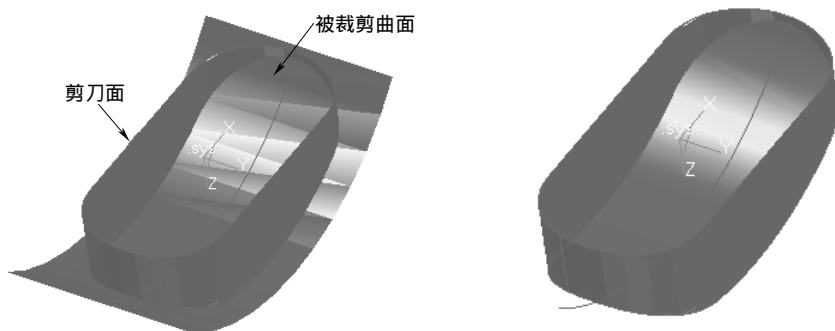

图 8-88 曲面裁剪 2
2) 选择下拉菜单“造型”→“曲面编辑”→“曲面裁剪”命令,或者单击“线面编辑栏”工具栏上的“曲面裁剪”按钮,在立即菜单中选择“面裁剪”方式,拾取图 8-88 所示的裁剪曲面和剪刀面,单击鼠标右键完成操作,如图 8-88 所示。